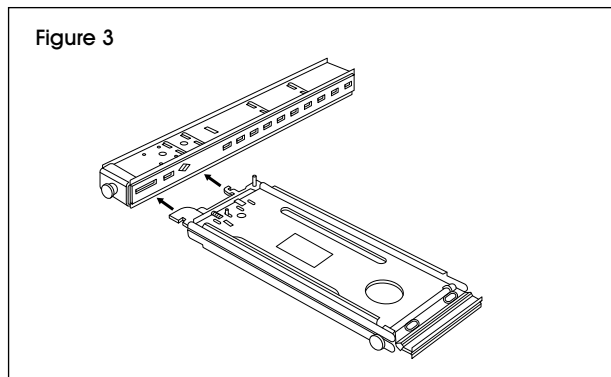

Figure 3
3. Poussez le support dans les fentes du montant, puis poussez vers le bas pour fixer. Répétez la procédure pour l'autre montant. (Voir Figure 3)